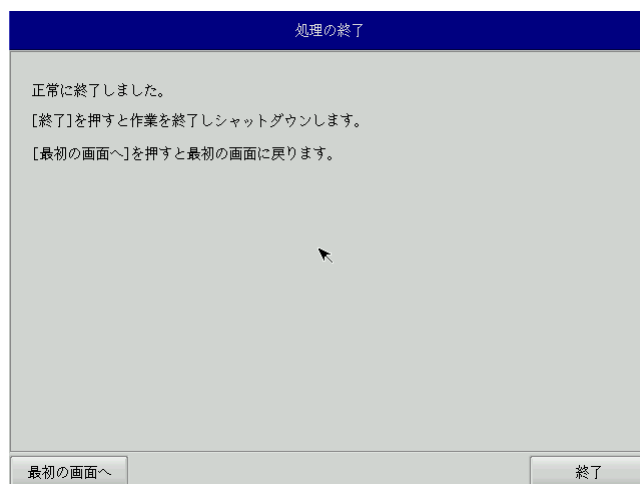

図 6-2-5. 終了画面
- ⑨ 終了画面（図 6-2-5）が表示されると工場出荷イメージの書き込みは完了です。[終了]ボタンを押して電源を落とし、DVD ドライブを外します。